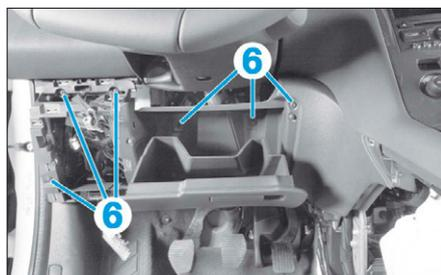
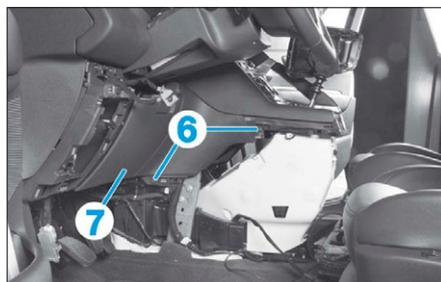

FIG. 22
FIG. 23
- Déposer les vis (6) (Fig.22) et (Fig.23).